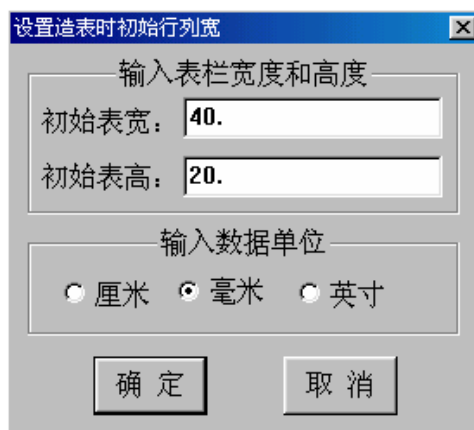

图 9-4 设置初始表宽
4. **设置表格初始表宽：**在“构造表格”菜单下，选择“初始表宽”选项，然后会弹出图 9-4 所示的对话框：